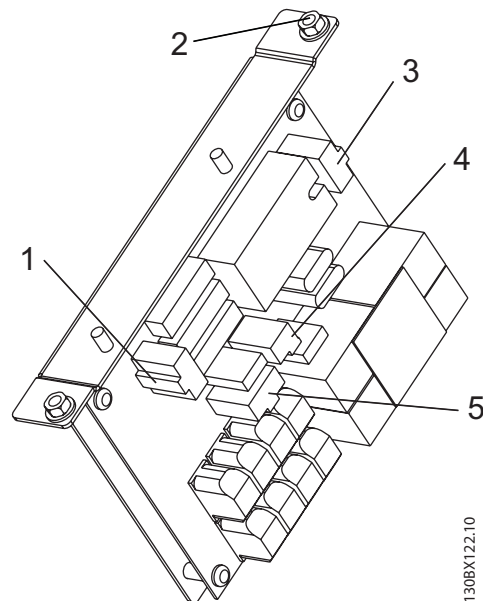

图 7.3: 软充电卡单元
- 软充电卡上的 MK4 连接器必须断开。将软充电卡向外拔出一些，以便有足够的空间操作 MK4 (请参阅图 7-3)。请遵照软充电卡拆卸步骤中的步骤 1 到 3。